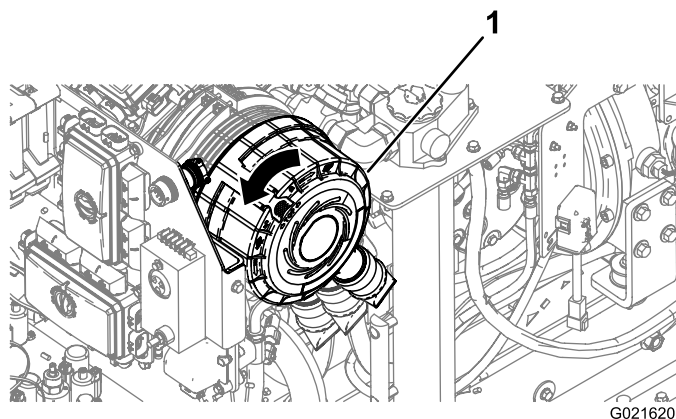

Рисунок 117
6. Поверните крышку фильтра против часовой стрелки, чтобы противопылевая крышка была в положении «на 4 часа» (Рисунок 117).
4. Поверните крышку фильтра воздухоочистителя по часовой стрелке, чтобы противопопылевая крышка была в положении «4 часа» (Рисунок 117).
5. Нажмите защелку на крышке фильтра воздухоочистителя в направлении вовнутрь, чтобы она полностью зафиксировалась на своем месте (Рисунок 117).